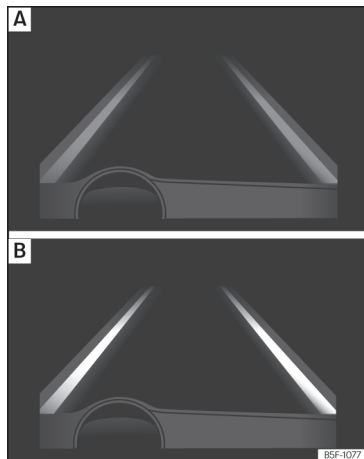

Fig. 267 Sul display del quadro strumenti: indicazione sul display del dispositivo di assistenza per il mantenimento della corsia [esempio 1]. »
- Il dispositivo è attivato ma non è disponibile, perché non è stato raggiunto il limite minimo di velocità o perché non viene rilevata la segnaletica della corsia »» fig. 267 A.
questo momento non sta correggendo la traiettoria »» fig. 267 B.